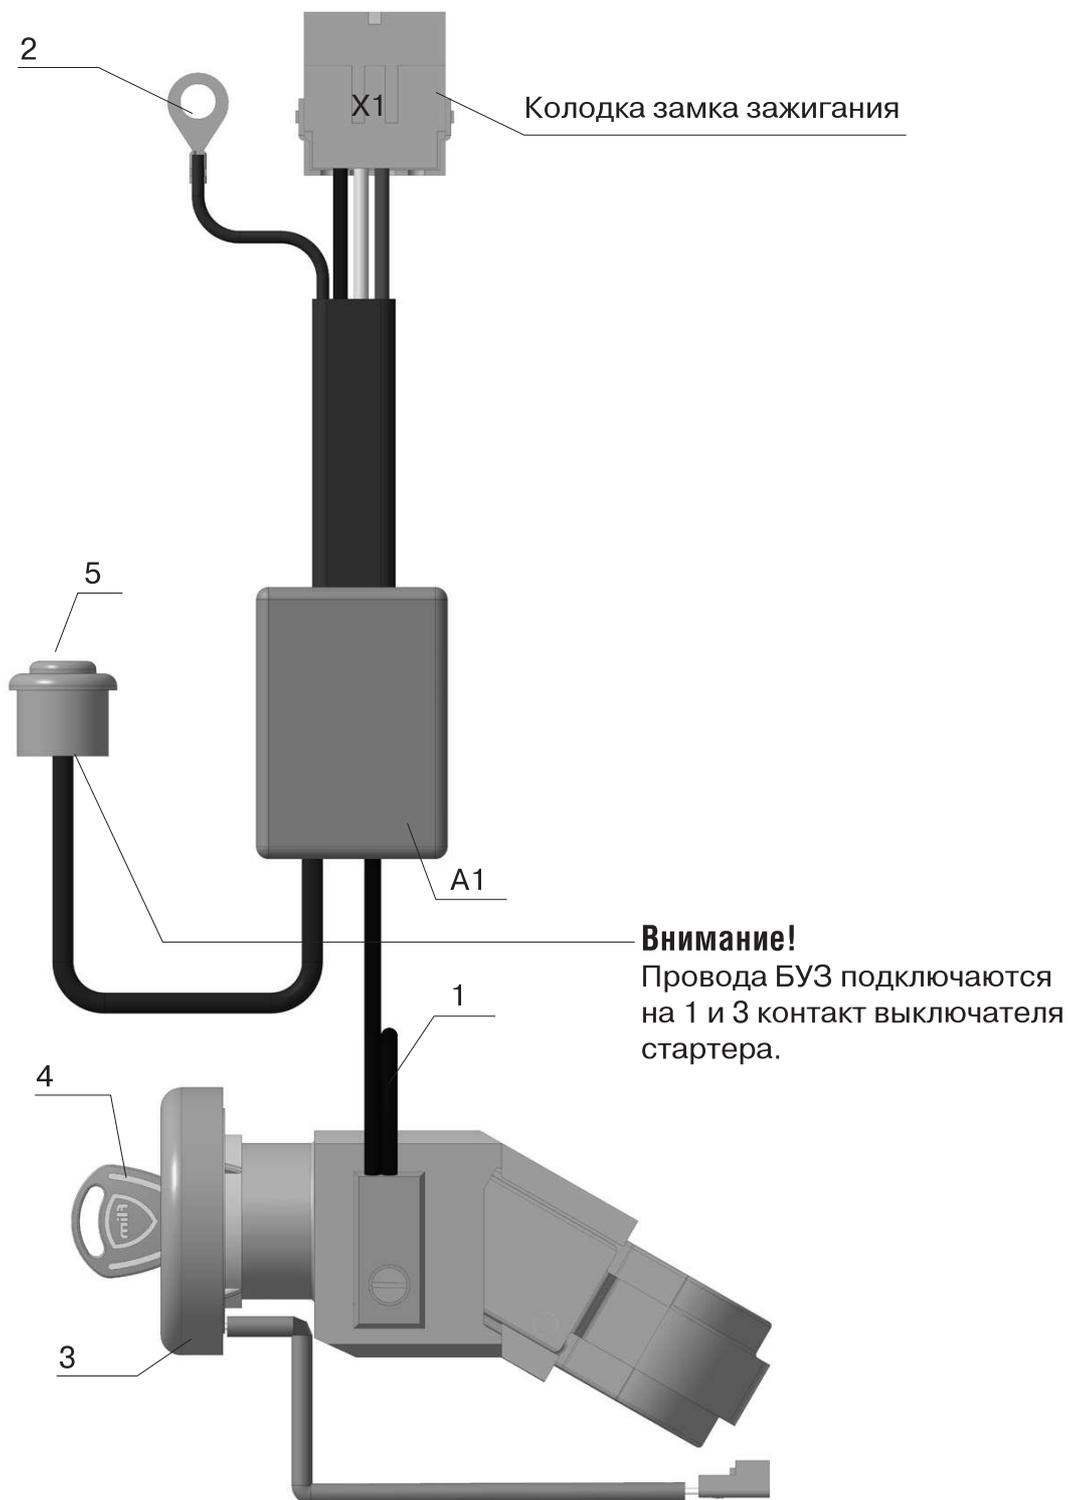

**Рис. 6**
Включение и выключение силовой электрической цепи зажигания и стартера осуществляется двумя реле в блоке управления зажиганием (рис. 6, рис.7 поз. А1), и управляется посредством вращения ключа замка (рис. 6, рис7 поз. 4) и кнопки выключателя стартера (Рис.6, рис. 7 поз. 5).
**6.1.** Перед подключением разъёма X1 блока управления зажиганием, необходимо подключить массу блока колодка 2 (рис. 6,7).
**6.2.** Схему соединений и обозначение электрических компонентов смотрите на рисунке 6,7. Колодку X1 (рис. 6,7) от блока управления зажиганием А1, подключите к ответному разъему жгута автомобиля.